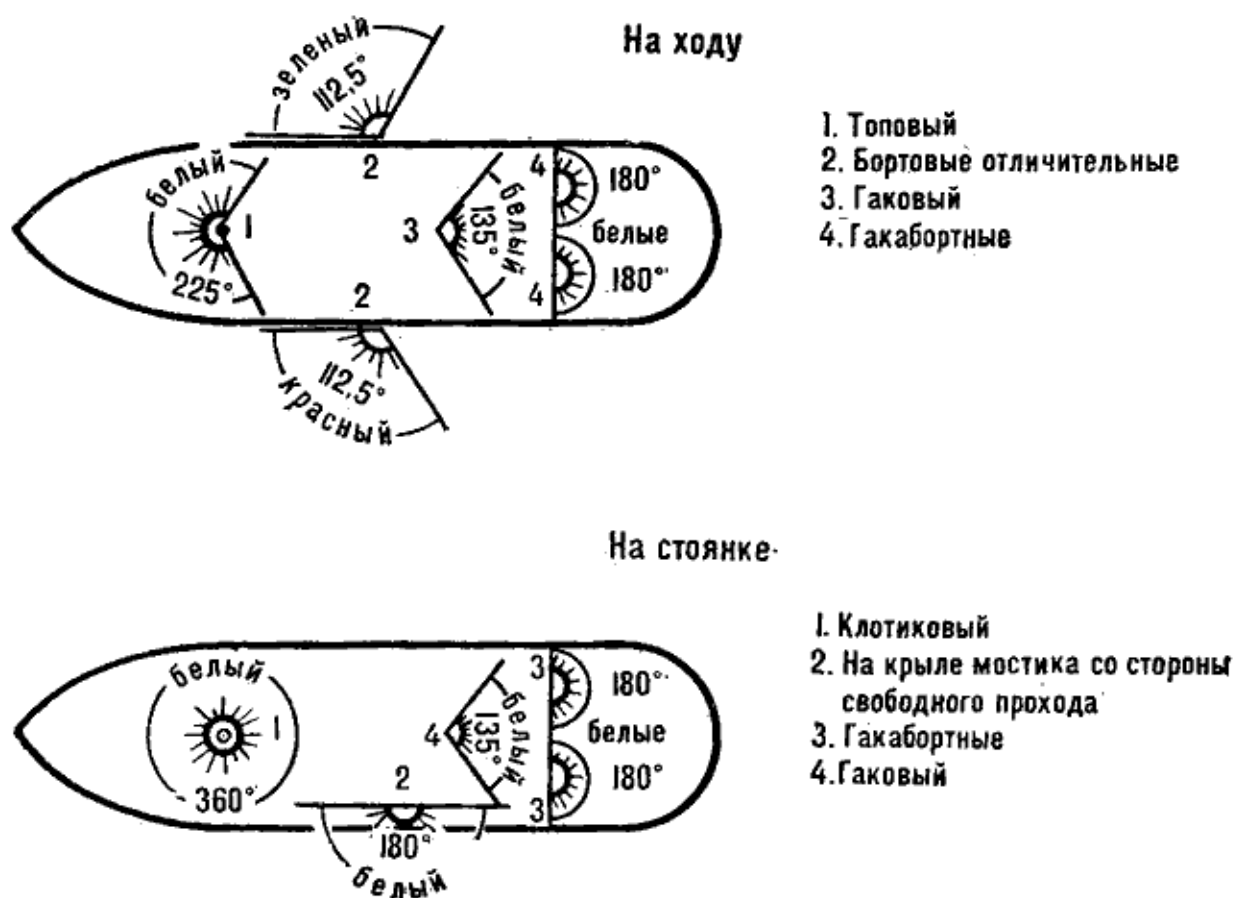

Рис. 143. Схема расположения огней на речном самоходном судне
*К ходовым огням речных судов относятся (рис. 143):*
1. Все самоходные сухогрузные суда, в том числе и парусно-моторные, длиной менее 30 м и шириной до 5 м поднимают на мачте один белый клотиковый огонь, а те же суда длиной более 30 м и шириной более 5 м включают также гаковый и гакабортные огни и выставляют белый огонь на крыле мостика со стороны борта, свободного для прохода других судов (§ 36 а, 37, рис. 143).